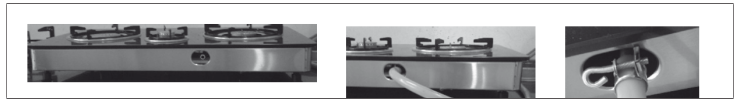

Figure 5
5. Retirez le capuchon anti-poussière de l'arrivée de gaz à l'arrière de l'appareil de chauffage, raccordez le tuyau de gaz à l'entrée et serrez le raccord en tournant le collier dans le sens des aiguilles d'une montre (figure 5).